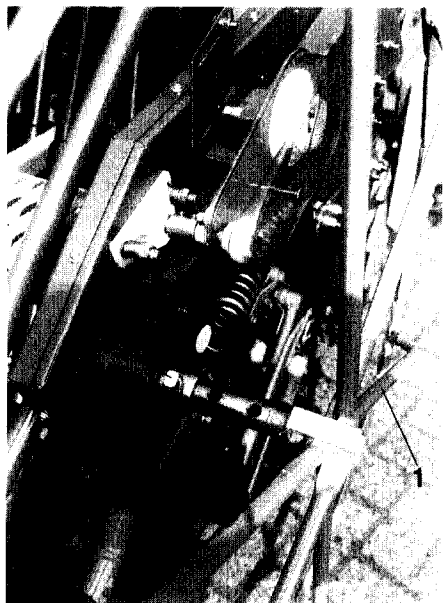

Fig. 54
1. Trækhjulet (Fig.54/1) skal trækkes fra det første hul til hul nr. to eller tre på akselen fra trækhjulsdrevet, og låses fast med en bøjlesplit (Fig.54/2).
Trækhjulet sættes ind i det første hul, og sikres med bøjlesplit ten (Fig.54/2).